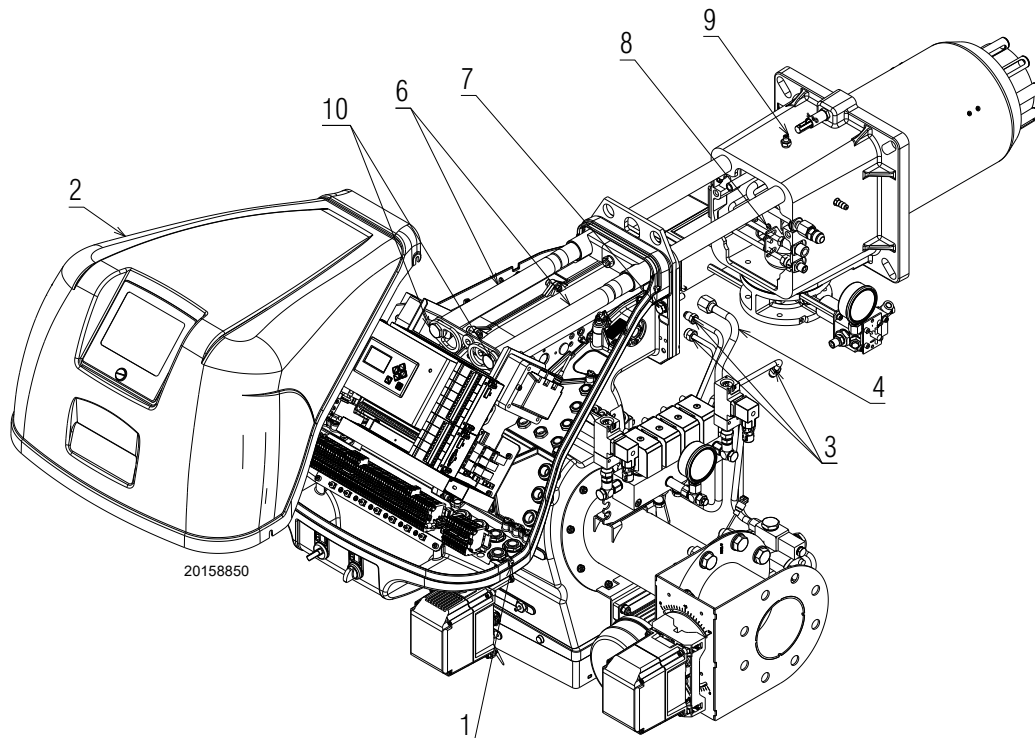

Fig. 49
- Loosen the 4 screws 1)(Fig. 49) and remove the hood 2).